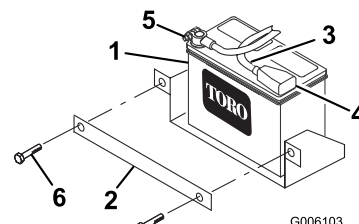

Bild 2
- Entfernen Sie die Schrauben, Muttern und Klemmen, mit denen die Batterie befestigt ist (Bild 2).